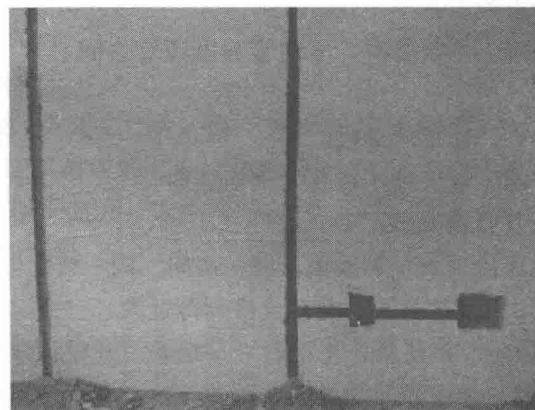

图 1-4 经修平的线槽示意
⑤ 线槽尽可能保持宽度一致，转弯处应以圆弧连接，如图1-4所示。
⑥ 在槽底以冲击钻钻孔，以便敲入木楔，以固定电线管，木楔顶部应与槽底平齐。